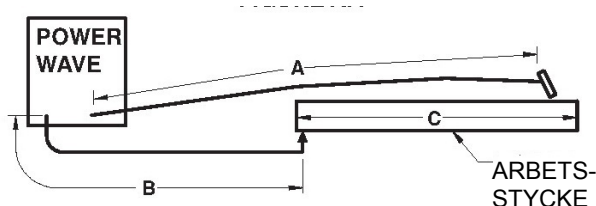

Bild 3
För hög kabelinduktans försämrar svetsprestanda. Flera faktorer bidrar till totala kabelinduktansen, bland annat kabeldimension och slingarea. Slingarean definieras som avståndet mellan elektrod- och återledare och totala längden på svetskabelkretsen. Svetskabelkretsens längd definieras som totala längden av elektrod-kabeln (A) + återledare (B) + svetslängd (C) (se bild 3 nedan). Håll induktansen så låg som möjligt genom att alltid använda korrekta kabeldimensioner och försök alltid där så är möjligt att dra elektrod- och återledarna så nära intill varandra för att minska slingarean. Undvik att använda för långa kablar och linda inte upp överskjutande kabel då den viktigaste faktorn för kabelinduktans är svetskabelkretsens längd. Glidande jordning bör övervägas för att hålla svetskabelkretsens längd så kort som möjligt vid långa arbetsstycken.